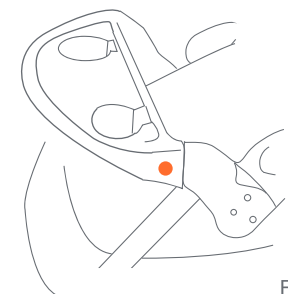

Fig. 10c
- Para acceder al asiento para niños: Oprima el botón a presión rojo que está a la derecha y ejerza presión hacia arriba. La bandeja para niños se levantará y girará hacia arriba para permitir el acceso al asiento (Fig. 10c).